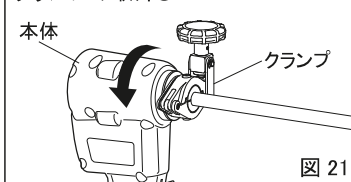

図 21
- ① クランプに本体を取付けたときと反対の手順でクランプから本体を外してください(図21)。